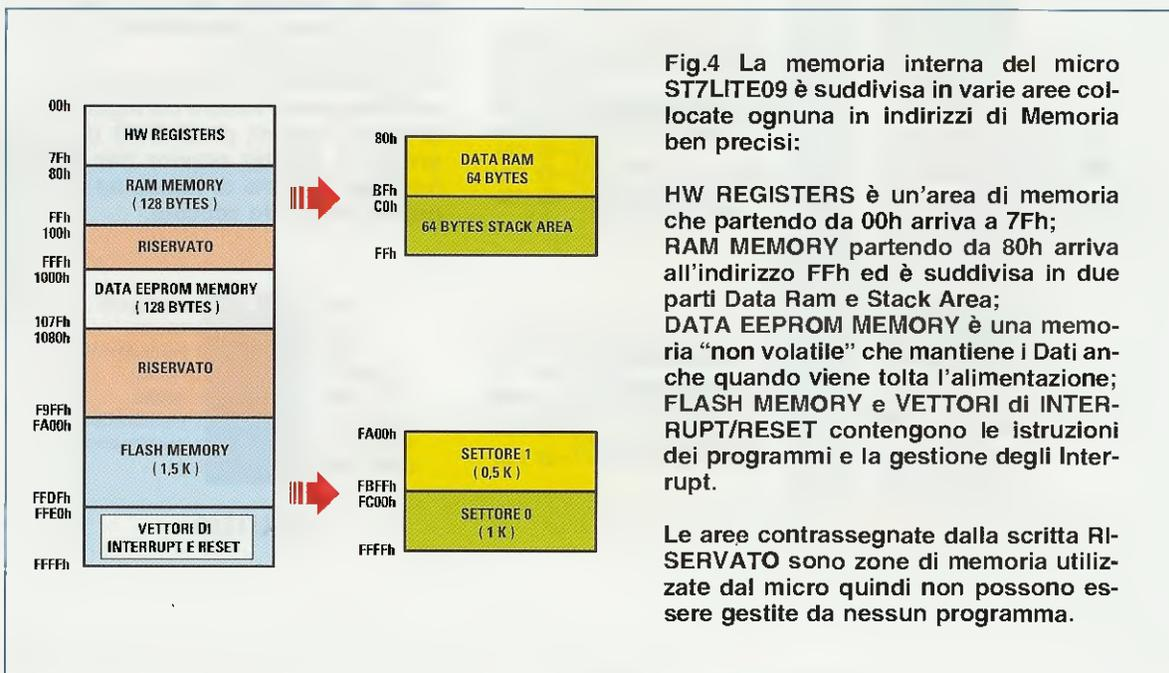

Fig.4 La memoria interna del micro ST7LITE09 è suddivisa in varie aree collocate ognuna in indirizzi di Memoria ben precisi:
In fig.4 riportiamo la mappa della **memoria** che ci sarà utile per spiegarvi le varie aree:
**Data ram:** questa prima locazione di memoria occupa **64 bytes** dall'indirizzo **80h** a **BFh** (vedi fig.4) e contiene la definizione delle **variabili** del programma.
**Stack area:** questa seconda locazione di memoria occupa **64 bytes** dall'indirizzo **C0h** all'indirizzo **FFh** (vedi fig.4).
Questa locazione di memoria occupa da **1000H** a **107Fh** (vedi fig.4).
Questa memoria, come evidenziato in fig.4, è suddivisa in due **settori**:
E' una parte di Flash Memory riservata ai vettori degli interrupt mascherabili e non mascherabili e va dalla locazione FFE0h alla locazione FFFFh (vedi fig.4).